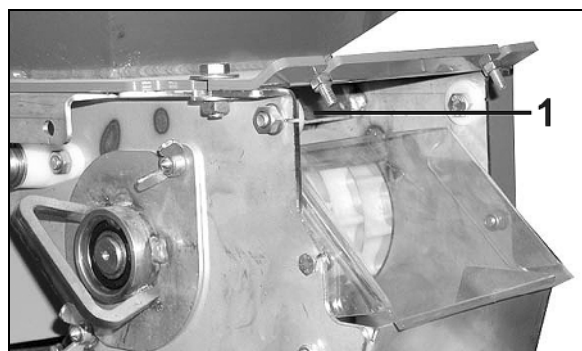

Bild 57
2. Skjut spjället (Bild 57/1) till anslag i doseringsenheten.